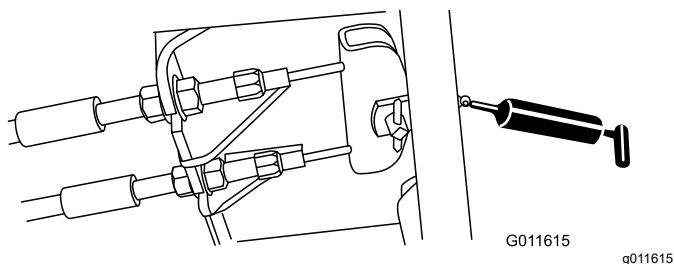

Рисунок 70
- Педаль тормоза (1 шт.) — Рисунок 70